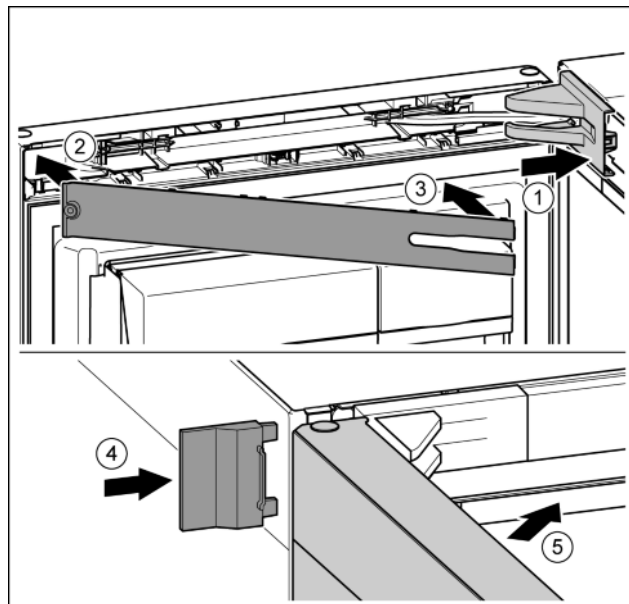

Fig. 22
- ▶ Stavite pokrov podloška ležaja i pustite ga da uskoči, po potrebi ga oprezno razdvojite. Fig. 22 (1)
- ▶ Stavite masku. Fig. 22 (2)
- ▶ Zakrenite masku i pustite da uskoči. Fig. 22 (3)
- ▶ Natakните vanjski pokrov. Fig. 22 (4)
- ▶ Zatvorite gornja vrata. Fig. 22 (5)